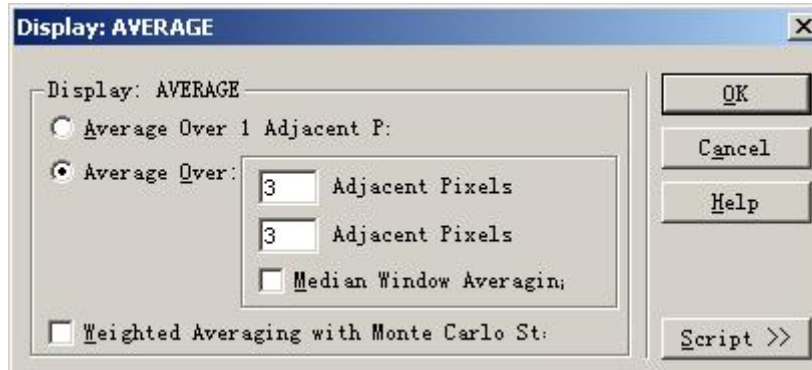

图 2.2-10
选择菜单 Display—Processing—Average, 如图 2.2-10 输入参数。
(1) 选择菜单 Display—File—Save/Write. 这可以将分析的结果保存为*.dis 格式的数据文件,以后可以用菜单 Display—File—Open/Read 打开它,而不用再重复前面的工作。
4. 现在, 尝试把灯丝平移一段距离 3mm, 如下在 Builder 窗口中插入下行 (图 2.2-10) :